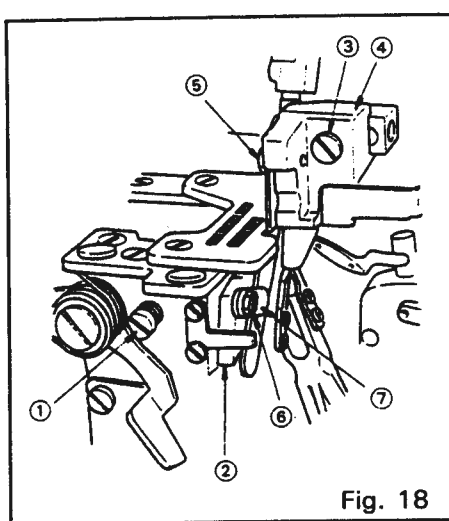
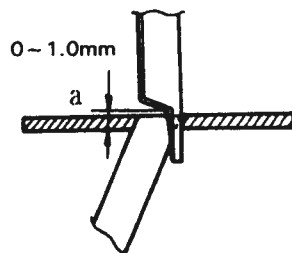
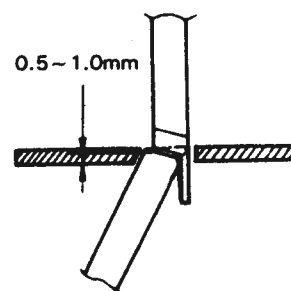

Fig. 18
Fig. 19
Fig. 20
Substituição da faca móvel (Fig. 18, Fig. 19 e Fig. 20)
- (1) Afrouxe o parafuso de ajuste ①, mova o detentor ② da faca fixa totalmente para a esquerda e depois aperte o parafuso de ajuste ① provisoriamente.
- (2) Retire o parafuso de ajuste ⑤ e retire a faca móvel.
- (3) Monte uma nova faca móvel provisória com o parafuso de ajuste ⑤.
- (4) Gire a polia até que o detentor da faca móvel se posicione em seu ponto morto mais baixo e ajuste a faca móvel de modo que ela se engate com a faca fixa 0,5-1,0 mm como mostrado na Fig. 20. Logo, aperte o parafuso de ajuste ⑤.